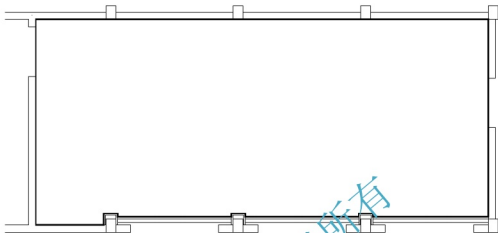

图 4.100 绘制立面装饰墙轮廓线
(6) 将【墙线】层设置为当前层，在命令行输入“PL”后按 Enter 键，启动【多段线】命令，将当前线宽改为 30mm，绘制立面装饰墙轮廓线，如图 4.100 所示。